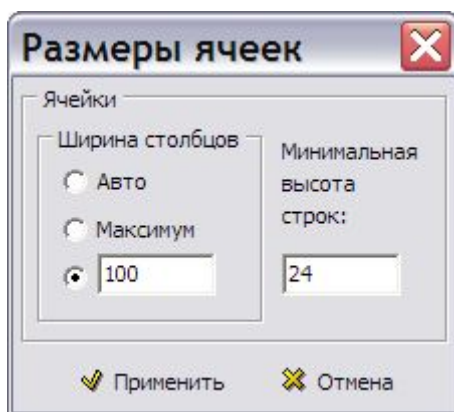

Рис. 3.63
3. В контекстном меню выберите команду **Размеры ячеек**. При этом появится диалоговое окно **Размеры ячеек** (Рис. 3.63).